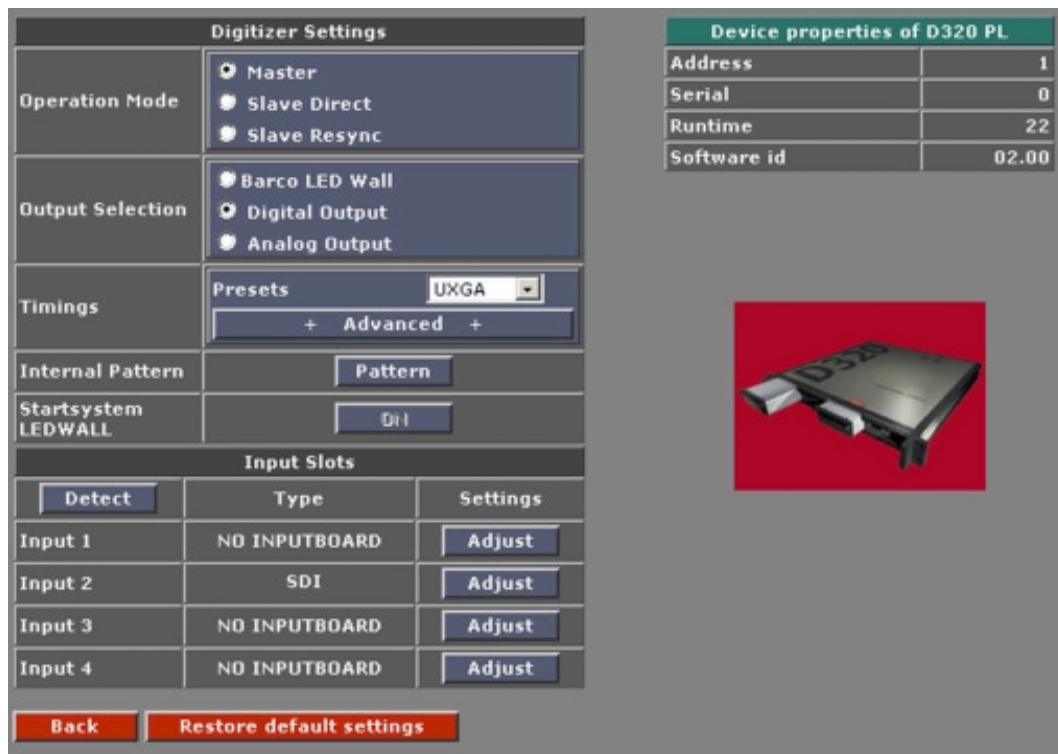

Imagen 9-1
- Haga clic en el icono D320PL para abrir la siguiente ventana. (imagen 9-1, imagen 9-2)